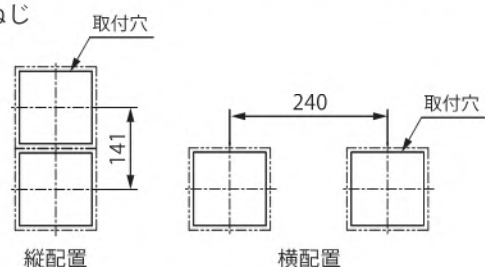

図3 取付配置例
- ・本製品の取付ピッチは、ユニットを上下に並べて使用する場合 (縦配置) は 141 (外形寸法 + 1) mm としてください。また、左右に並べて使用する場合 (横配置) は 240 (外形寸法 + 100) mm としてください。(図 3)